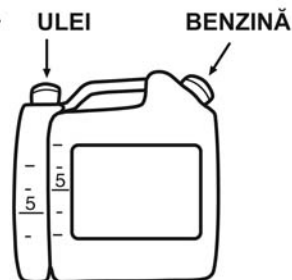

Fig. 9
- > Proporția de amestec recomandată este 40:1 (Fig. 9).